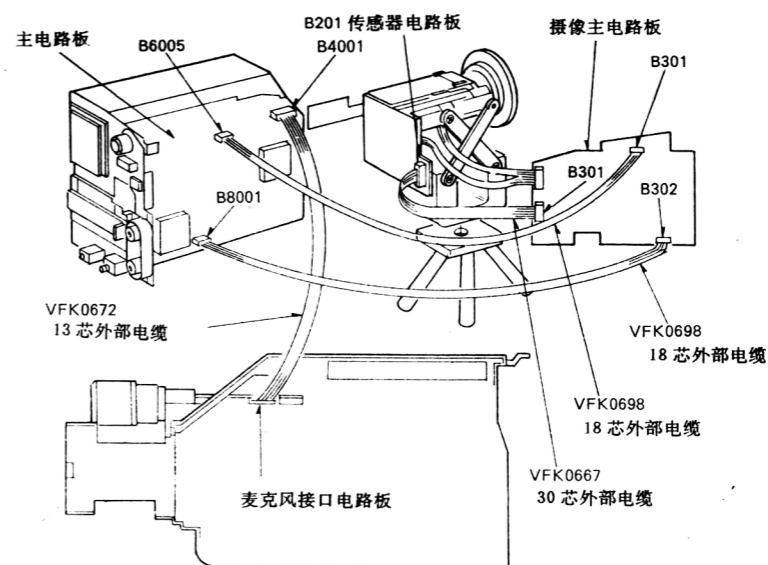

图 1-2-5
3. 摄像主电路板与传感器电路板之间的连接,如图 1-2-5 所示。